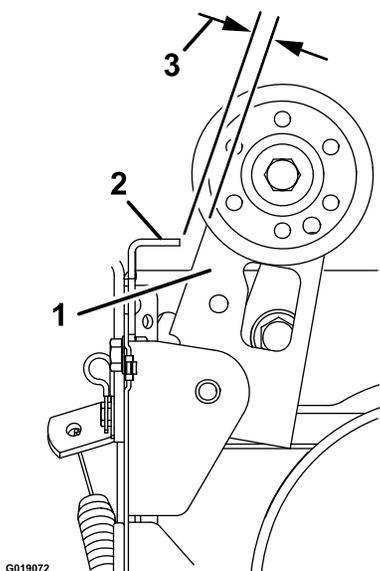

Figure 36
- Régalez le tendeur jusqu'à obtention d'un écart de 3 mm (1/8 po) entre l'embrayage du balai et la patte (Figure 36).